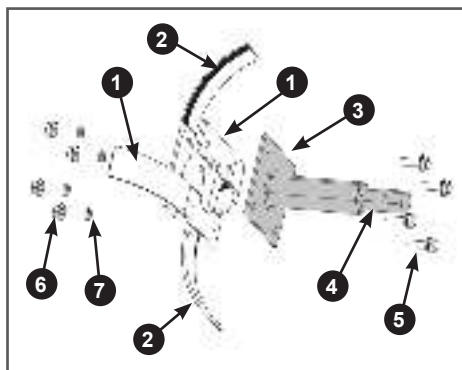

Рис. 17 Сборка дополнительной секции оси фрезы
5. Установите ножи на дополнительную секцию оси фрезы. Со стороны шестигранного хвостовика 1 оси вставьте в отверстия во фланце 2 оси болты 5, далее в соответствии с рисунком 17 на противоположной от хвостовика 1 стороне фланца 2 оси установите правые ножи 3 (имеющие изгиб в сторону от хвостовика). После этого, установите левые ножи 4 (имеющие изгиб к хвостовику 1) как показано на Рис. 17, затем установите пружинные шайбы 6 и закрутите гайки 7 (Рис. 17). Затяните все резьбовые соединения.